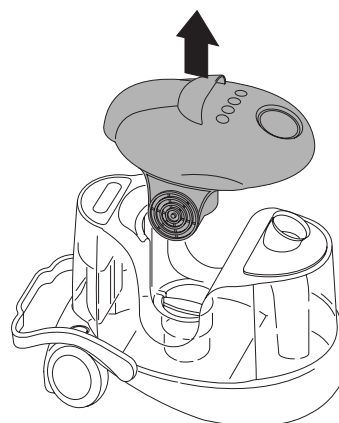

fig. 2
- Scoateți capacul motorului **F** (fig.2)